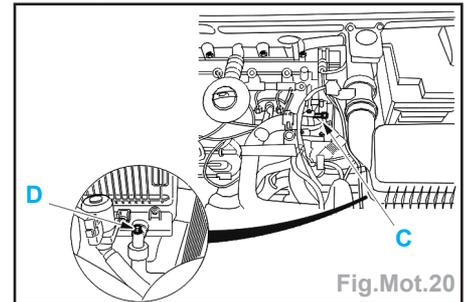

Fig.Mot.20
- Ouvrir les vis de purge (C) et (D) (Fig.Mot.20).